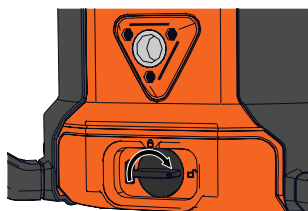

Figure 11
1. Enfoncer et tourner le bouton de verrouillage de piles dans le sens horaire vers la position de déverrouillage . (Figure 11)